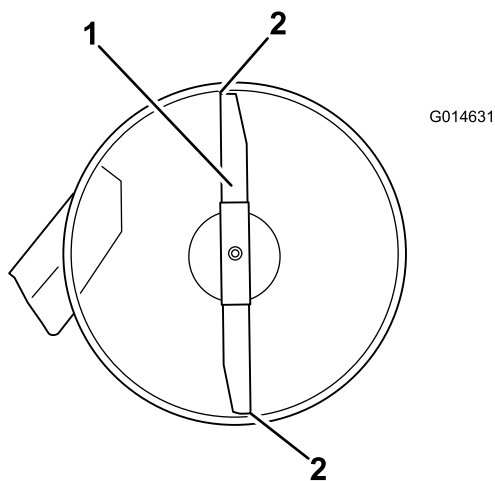

Figura 53
4. Gire cuidadosamente las cuchillas colocándolas en el sentido de avance de la máquina (Figura 53).
5. Mida entre la punta de la cuchilla delantera y la superficie plana y entre la punta de la cuchilla trasera y la superficie plana (Figura 53).
9. Después de realizar el ajuste, compruebe de nuevo la inclinación longitudinal, y siga ajustando la tuerca hasta que la punta de la cuchilla delantera esté entre 1,6 y 7,9 mm (1/16 a 5/16 pulgada) más baja que la punta de la cuchilla trasera (Figura 53).